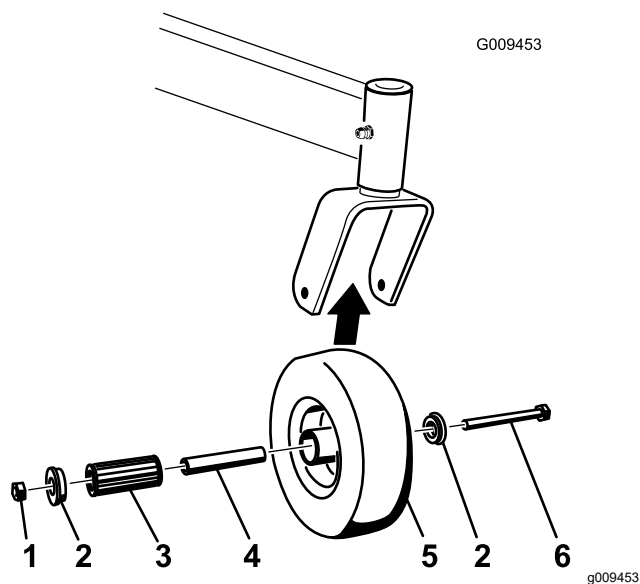

Figura 48
1. Retire a porca de bloqueio e parafuso da roda que prendem a roda giratória à forquilha da roda (Figura 48).
2. Retire um casquilho e, em seguida, empurre o casquilho de vara de ligação e rolamento de rolo para fora do cubo da roda (Figura 48).
3. Retire o outro casquilho do cubo da roda e limpe qualquer lubrificante e sujeira do cubo da roda (Figura 48).
Nota: Substitua todas as peças danificadas ou desgastadas (Figura 48).
5. Coloque um casquilho no interior do cubo da roda (Figura 48).
6. Lubrifique o casquilho do rolamento e o casquilho da vara de ligação e faça-os deslizar para o interior do cubo da roda (Figura 48).
7. Coloque o segundo casquilho no cubo da roda (Figura 48).
8. Monte a roda giratória na forquilha da roda giratória e fixe-a com o parafuso da roda e a porca de freio (Figura 48).
9. Aperte a porca de bloqueio até que a parte inferior do casquilho de vara de ligação encoste ao interior das forquilhas da roda giratória (Figura 48).